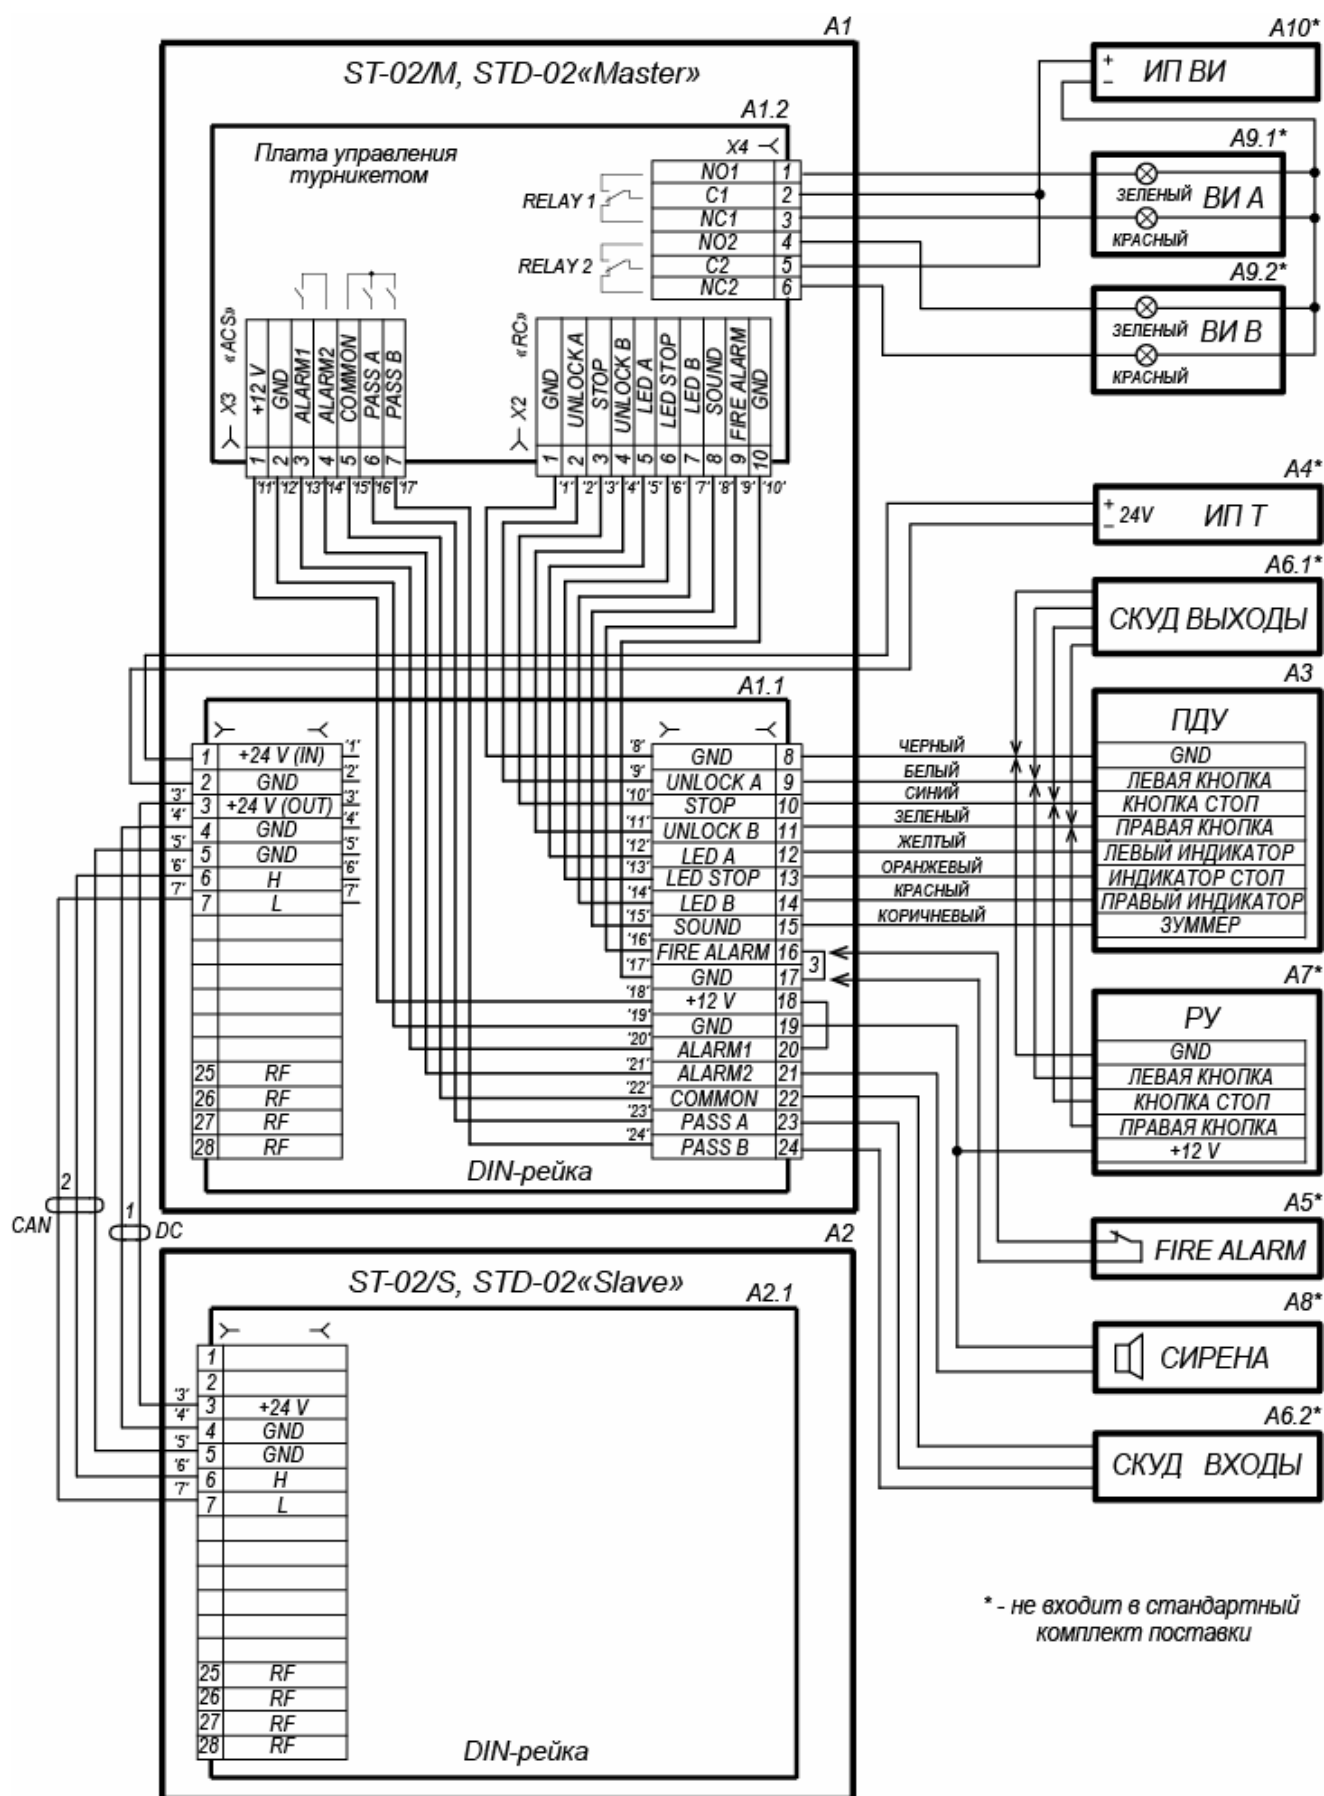
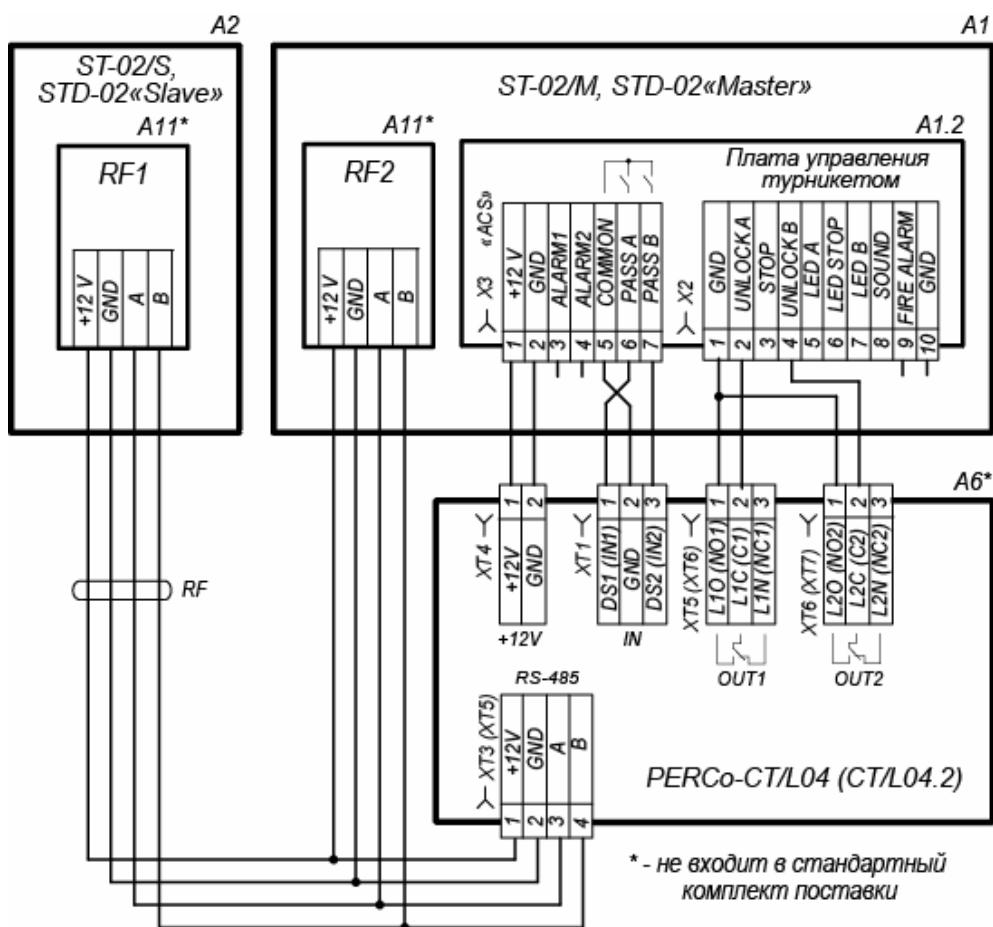

Рисунок 17. Схема электрических соединений турникета
Рисунок 18. Вариант подключения к турникету контроллера СКУД PERCo-CT/L04
- каналы, соединяющие отверстия для ввода кабелей противоположных секций (сторон двусторонней секции) одной зоны прохода – для подводки соединительных кабелей DC (9) и CAN (10)¹, а также по необходимости при установке встроенных в турникет считывателей – кабель для соединения считывателя из секции *Slave* с контроллером СКУД (кабель RF на схемах на рис. 16 и рис. 18).
17. Выньте изнутри каждой секции (стороны секции) и подключите внешние соединительные кабели к выносной колодке подключения согласно схеме электрических соединений турникета (см. рис. 17). Вставьте и закрепите на место выносную колодку. Аккуратно уложите подсоединенные к ней кабели внутри корпуса секции.
Для удобства входы и выходы встраиваемого в турникет контроллера СКУД могут подключаться не к контактам DIN-рейки, как показано на схеме (рис. 17), а непосредственно к соответствующим им контактам платы управления (разъемы **X2** и **X3**, рис. 6). Вариант схемы подключения представлен на рис. 18.